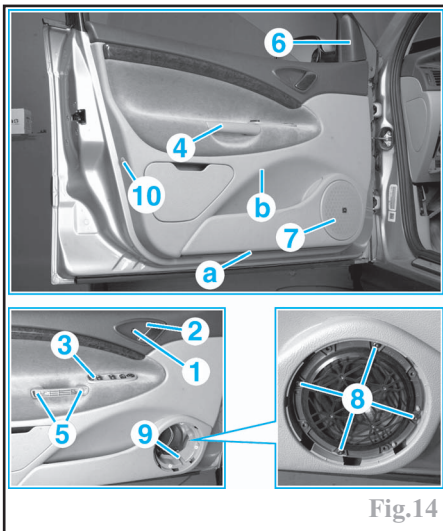

Fig.14
- après avoir retiré l'obturateur (1) (Fig.14), déposer la vis de fixation de l'enjoliveur de commande intérieure d'ouverture.